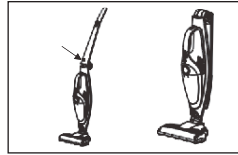

fig. 2
- Sujetando el mango (1), levante el brazo y bloquéelo. Para plegar el brazo, presione el botón (4) - fig. 2.